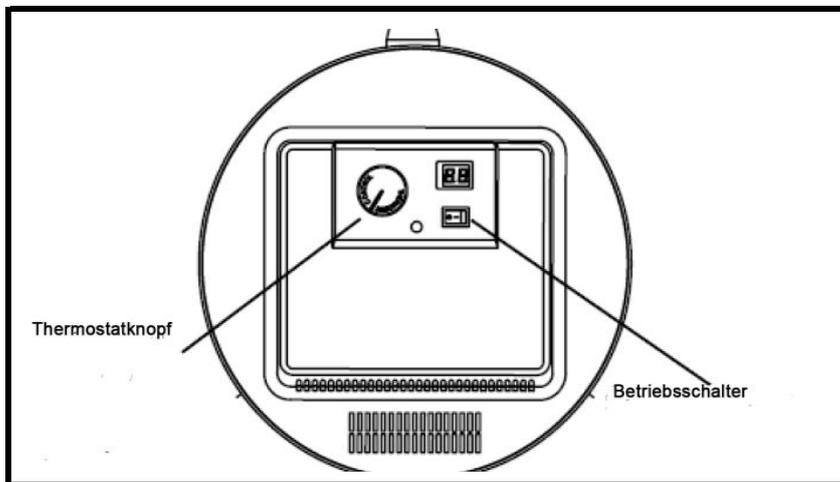

Abb. 9
3. Stellen Sie das Gerät auf das Fahrgestell und befestigen es mit jeweils zwei Schrauben (60 mm) und Muttern pro Seite, Abb. 9.
Die Leuchtanzeige sowie die Anzeige des Raumthermostaten leuchten auf, der Heizer startet - s. Abb. 9.